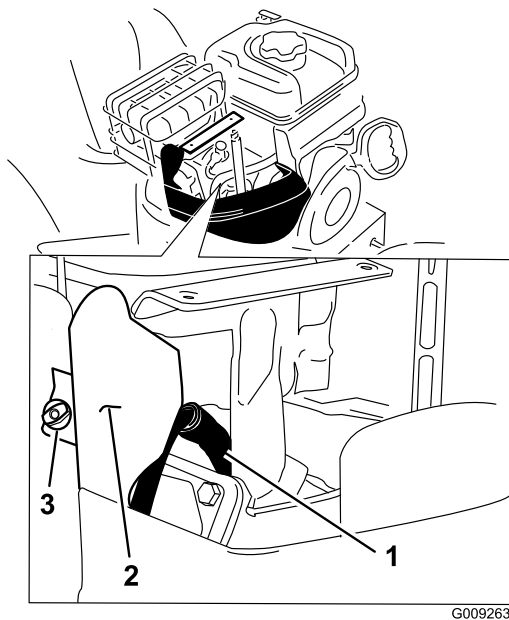

Figure 46
- Enlevez la vis à oreilles du support et le support (Figure 46).
5. Nettoyez la surface autour de la base de la bougie (Figure 46).